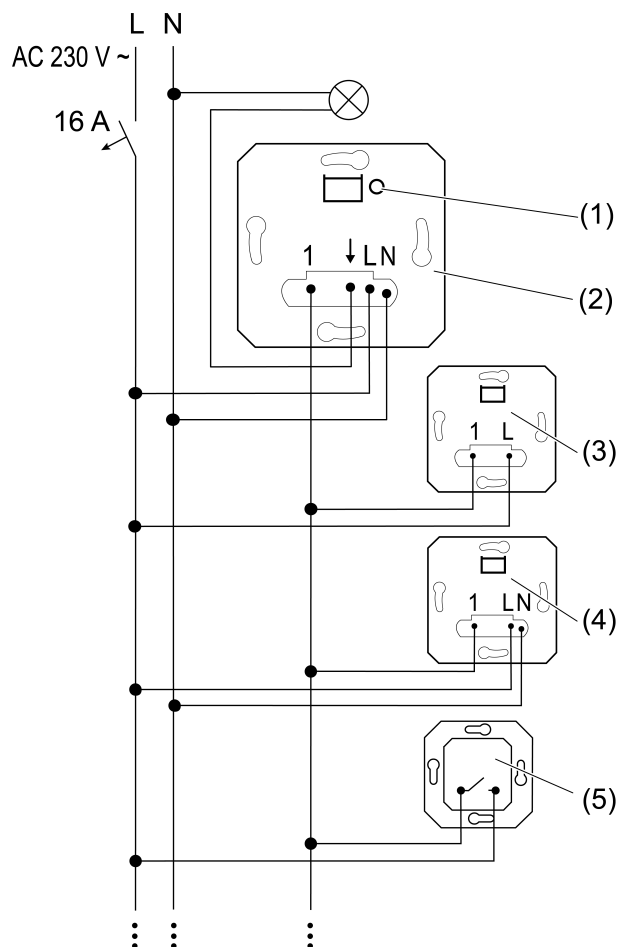
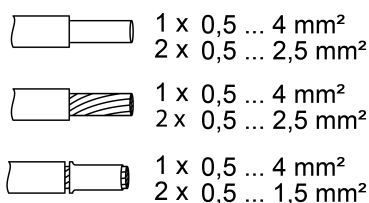

Bild 1: Anslutningsschema med sidoenheter (tillval)
Bild 2: Klämbär ledningsarea
- Anslut kopplingsinsatsen (2) enligt anslutningsschemat (Bild 1). Observera då de klämbära ledningsareorna (Bild 2).
- Anslut tvåtrådig sidoenhet (3), tretrådig sidoenhet (4) och knappar, slutande kontakt (5), tillval.
- i** Genom att man trycker kort på knappen **TEST** (1) kan lasten kopplas om.